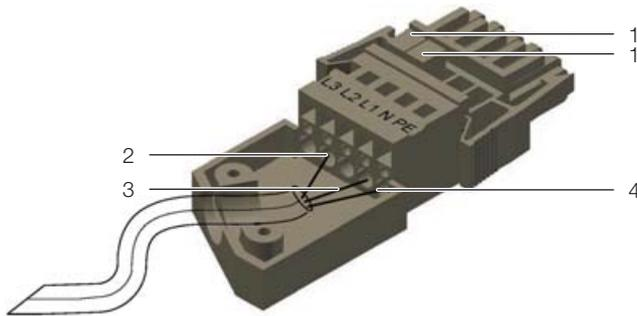

Imagen 45: Esquema del conductor con caja de tracción
- Puentee las conexiones de fase en el conductor con la ayuda de los dos puentes suministrados (imagen 45, pos. 1). Inserte un puente entre las líneas de fase L1 y L2 y un puente entre las líneas L2 y L3.